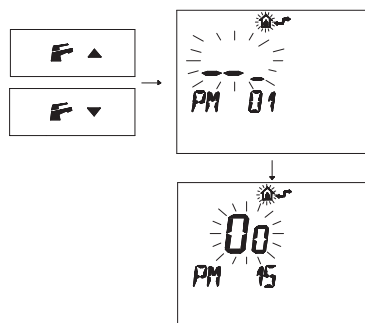

Figura 5.30
- Premere i pulsanti o per visualizzare la programmazione "PM15" abilitazione della sonda esterna (Figura 5.30).